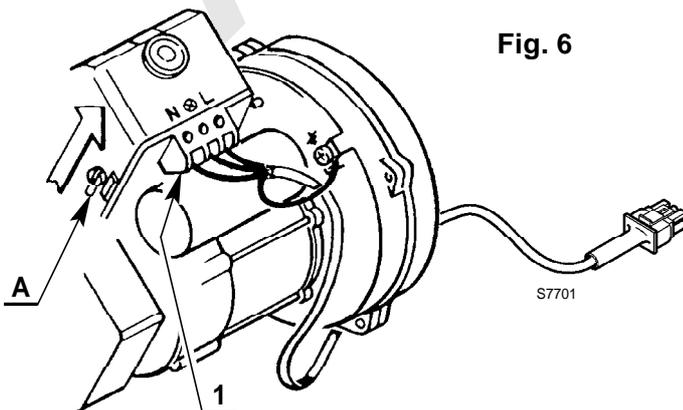

Fig. 6
**Recorrido del cable eléctrico, (ver fig. 6).**
Para extraer la caja de control del quemador, afloje el tornillo (A, fig. 6) y tire en la dirección de la flecha.